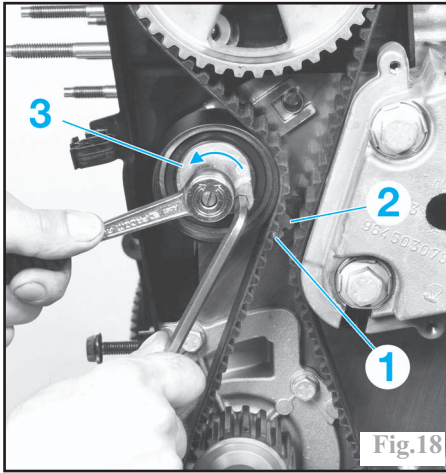

Fig.18
Placer l'index (1) sous le repère (2) en tournant le galet tendeur (3) dans le sens inverse horaire (Fig.18) et serrer la vis du galet tendeur.